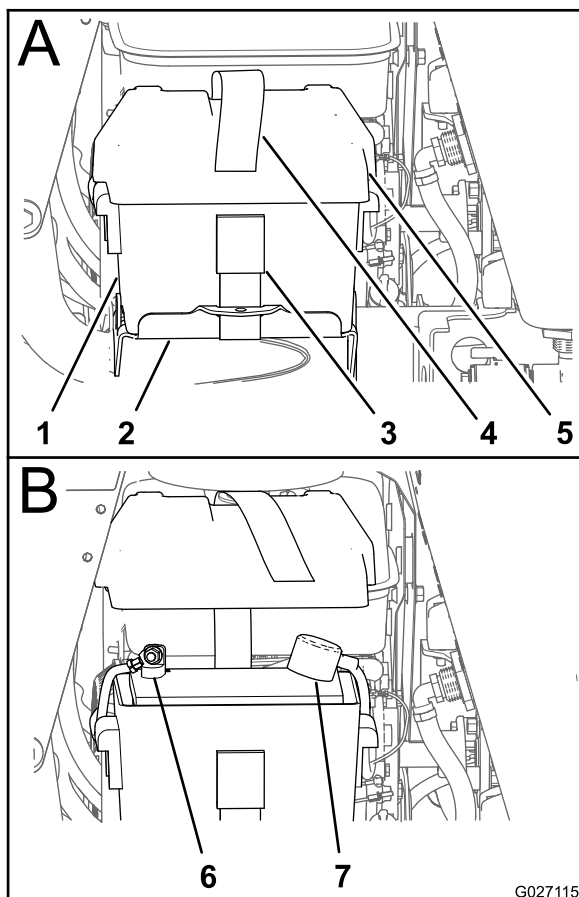

Figure 3
1. Déposez le couvercle du bac à batterie (Figure 3).
2. Connectez le câble positif à la borne positive (+) de la batterie au moyen d'un boulon à embase et d'un écrou à embase (Figure 3).
3. Connectez le câble négatif à la borne négative (-) de la batterie au moyen d'un boulon à embase et d'un écrou à embase (Figure 3).
4. Reposez le couvercle sur le bac de la batterie et fixez-le couvercle ainsi que le bac sur le support de la batterie à l'aide de la sangle (Figure 3).